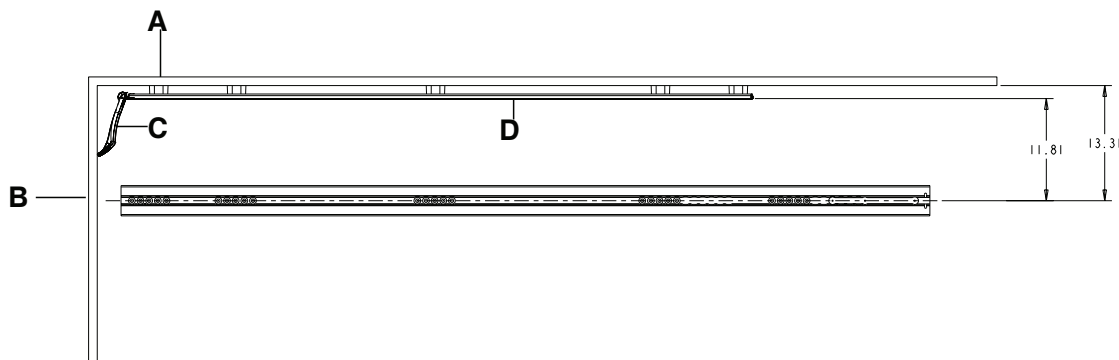
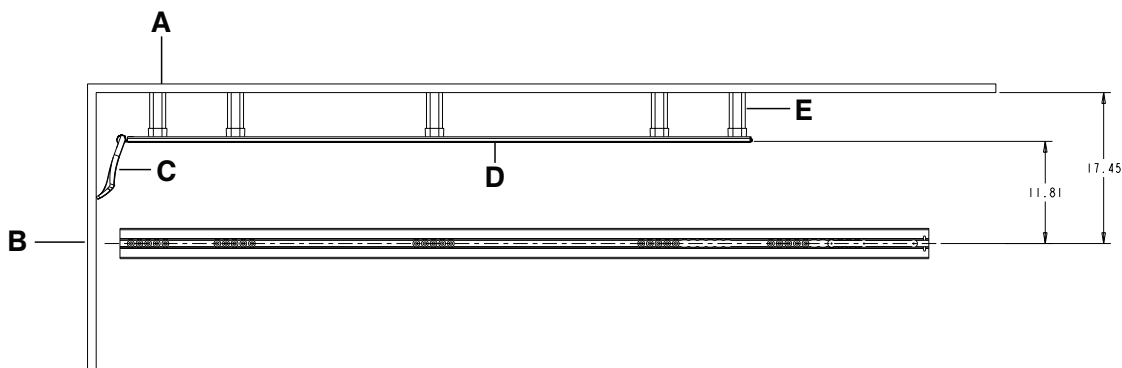

Figura 1 – Instalarea ghidajului roții fără distanțori
Figura 2 – Instalarea ghidajului roții cu distanțori
1. Folosind o ruletă de măsurat, măsurați de la linia centrală a plăcii de podea la peretele (dulapul) de pe partea șoferului al compartimentului pacientului din vehicul (Figura 1 sau Figura 2).
12. Folosind o cheie tubulară de 7/16" cu o cheie cu clichet de 3/8" și o cheie combinată de 7/16", instalați șuruburile (selectate la pasul 11) pentru a fixa șina de ghidaj a roții pe suportul ghidajului roții prin distanțor (6390-001-173) (D), dacă este necesar, apoi pe peretele compartimentului pacientului din vehicul; consultați Figura 1 sau Figura 2.
13. Folosind o șurubelniță Torx T25, instalați cele două șuruburi cu cap zenc (0023-296-000) (B) pentru a fixa capacul pentru ghidajul roții (6390-001-178) (H) pe capătul pentru cap al șinei de ghidaj a roții.
14. Glisați amortizorul șinei de ghidaj a roții (6390-001-175) (F) peste șina de ghidaj a roții de la capătul pentru picioare al compartimentului pacientului din vehicul către capătul pentru cap.
15. Folosind o cheie hexagonală de 5/32", instalați cele două șuruburi cu cap plat (0001-195-000) (A) prin balamaua ansamblului de ghidaj al roții (6390-001-017) (C) și șina de ghidaj a roții pe piulița ghidajului roții (6390-001-191) (J).
16. Instalați cele două piulițe de prindere externe (0016-060-000) (M) și cele patru capace pentru roată (6390-001-206) (L) pe partea dreaptă a pacientului de pe targa care se va folosi împreună cu ansamblul de ghidaj al roții. Consultați *Instalarea capacelor pe roțile tărgii* (pagina 3).